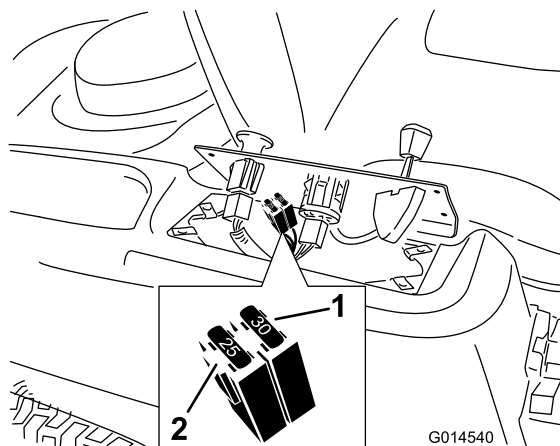

Figura 39
- Sollevate il pannello di controllo per accedere al cablaggio principale e al portafusibili (Figura 39).
- Per sostituire un fusibile, tiratelo (Figura 39) ed estraetelo dall'attacco.